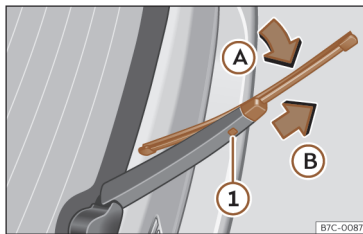

Fig. 181 Remplacement du balai d'essuie-glace arrière.
- Faites pivoter légèrement le balai d'essuie-glace >>> **fig. 181** (flèche **A**).